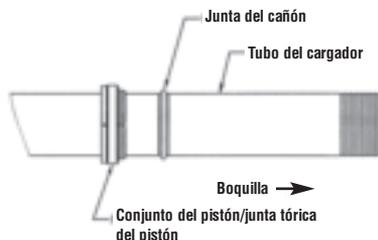

IMAGEN 20
7. Extraiga la junta tórica del cañón, el pistón y la junta tórica del pistón del tubo del cargador. Véase la Imagen 20.